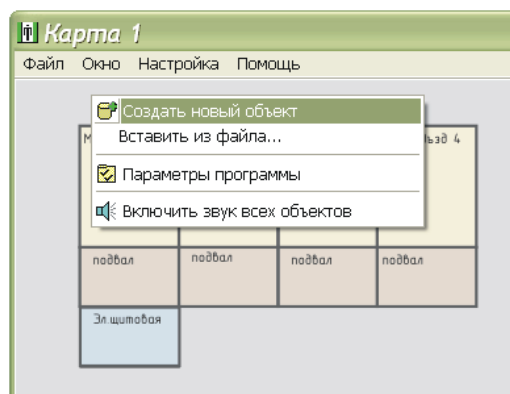

Рисунок 14
- в любом месте основного окна программы нажать правую кнопку мышки и выбрать в появившемся меню команду «Создать новый объект» (рисунок 14);